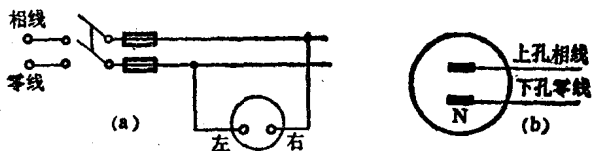

图 1-2 单相二孔插座的连接方法
(1) 单相二孔式插座：面对插座，右孔接相线，左孔接零线，如图1-2 (a)所示，插座孔上下放置时见(b)图。